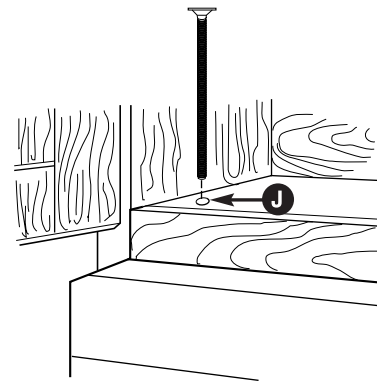

Figure 32
3. Insérer un boulon dans chaque trou du dessous de l'armoire supérieure. Voir la figure 32. Serrer les boulons jusqu'à ce qu'il n'y ait plus d'espace entre l'armoire et le four à micro-ondes.